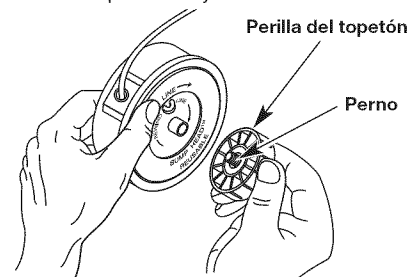

Fig. 14
1. Sostenga la bobina exterior con una mano y desenrosque la perilla del topetón en sentido antihorario (Fig. 14). Inspeccione el perno de adentro de la perilla percusiva para verificar que se mueva con libertad. Cambie la perilla percusiva si está dañada.
- Sostenga la bobina exterior con una mano y desenrosque la perilla percusiva en sentido antihorario (Fig. 14). Inspeccione el perno dentro del botón de tope para verificar que se mueva con libertad. Cambie el botón de tope si está dañado.